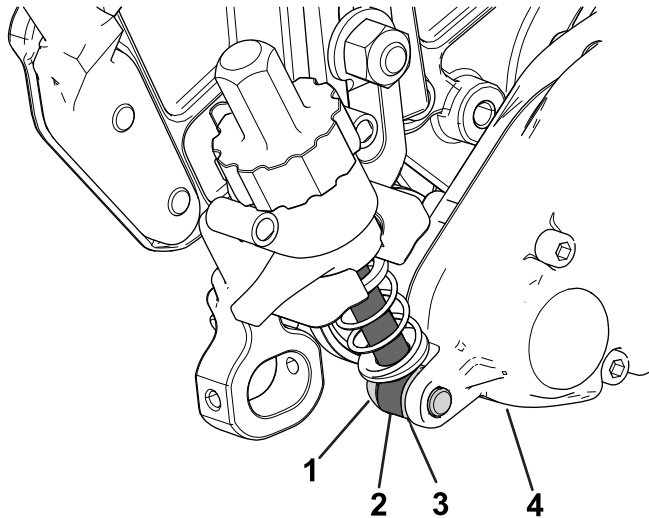

Рисунок 12
- На стороне блока привода механической щетки переместите шток рычага регулятора на кронштейне высоты скашивания (НОС) на внутреннюю часть блока привода механической щетки и закрепите его с помощью болта с буртиком и закаленной шайбы, как показано на Рисунок 12; затяните болт с буртиком с моментом от 16 до 22 Н·м.